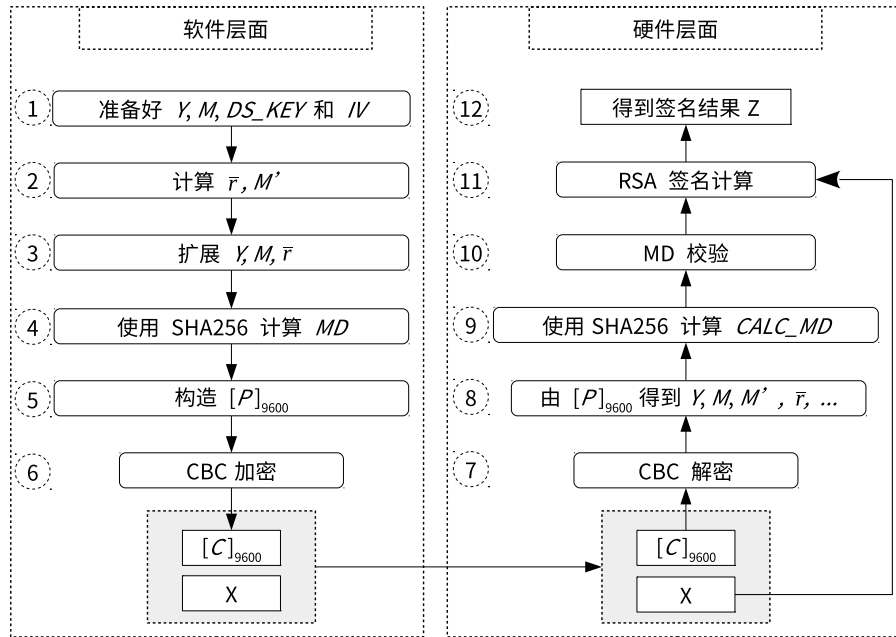

图 23-1. 软件准备工作与硬件工作流程
如果用户想使用 DS 模块进行数字签名, 则需要提前做好软件准备工作, 如图 23-1 所示。图中左半部分列出了在硬件开始 RSA 签名计算之前, 软件需要做的准备工作。图中右半部分则列出了硬件在整个签名计算过程中的计算流程。
1. 即便有多次签名计算, 也只需进行一次软件准备工作 (图 23-1 左侧), 但每一次签名计算都需要重新进行硬件运算 (图 23-1 右侧)。
用户需要依照图 23-1 左侧中指定的步骤来计算 C 。详细的过程描述如下:
1. 解析阶段, 即图 23-1 中的步骤 7 和步骤 8
解析过程是图 23-1 中步骤 6 的逆过程。DS 模块将调用 AES 硬件加速器以 CBC 块模式对输入的密文信息 C 进行解密, 获取明文信息。该过程可以表示为 $P = \text{AES-CBC-DEC}(C, DS_KEY, IV)$, 其中, IV 就是 $[IV]_{128}$, 由用户直接指定; $[DS_KEY]_{256}$ 由硬件 HMAC 提供, 通过存储在 eFuse 中的 $HMAC_KEY$ 得到, 软件无法获取。
2. 校验阶段, 即图 23-1 中的步骤 9 和步骤 10
DS 模块会执行两种校验操作: MD 校验和填充 (padding) 校验。由于填充校验和 MD 校验同步进行, 因此填充校验未在图 23-1 中体现。
3. 计算阶段, 即图 23-1 中的步骤 11 和步骤 12